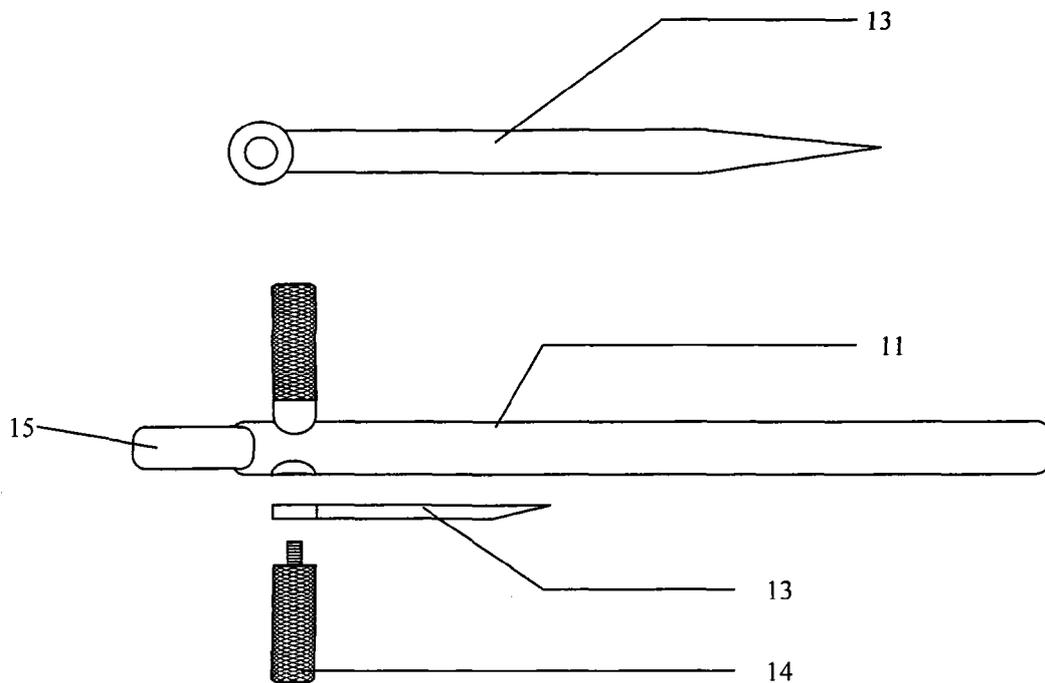
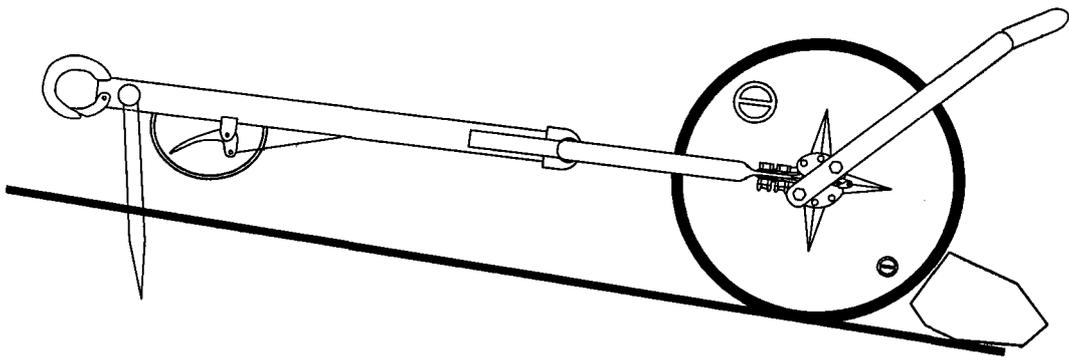

图 10
图 11
权利要求书 1 页 说明书 4 页 附图 10 页
- [0017] 图 10 是本运水车的抓地钉及其与远拉杆和把手组合示意图
- [0018] 图 11 是本运水车的抓地钉抓地示意图
[0043] 在右侧把手 14 与远拉杆 11 之间夹有一颗抓地钉 13,此抓地钉 13 主要是拉车人歇气时用来固定车子的。如图 10,抓地钉 13 的钝端有圆孔,右把手 14 的固定螺栓穿过圆孔将抓地钉 13 紧紧固定在远拉杆 11 的一侧。使用时,逆时针旋转右把手 14,抓地钉 13 被放松,将抓地钉 13 从保护套 12 中拨出,这时调整好抓地钉 13 与远拉杆 11 的夹角,然后顺时针旋紧右把手 14,将抓地钉 13 固定死,然后一手握住抓地钉 13,一手握住把手 14,用力将抓地钉 13 往地上戳,使抓地钉 13 牢牢插入地下,这时运水车就不动了。然后最好再放块大小合适的石头在储水桶 28 的下坡侧,这时运水车就算停稳了。图 11 是运水车停稳时的示意图。不用时,拔出抓地钉 13,拧松右把手 14,让抓地钉 13 放进保护套 12 里,拧紧右把手 14 就行。此设计在上下坡停车时尤其有用。需要注意的是,抓地钉 13 下戳的轨迹不是直线,而是弧线,小心别伤了自己和别人。